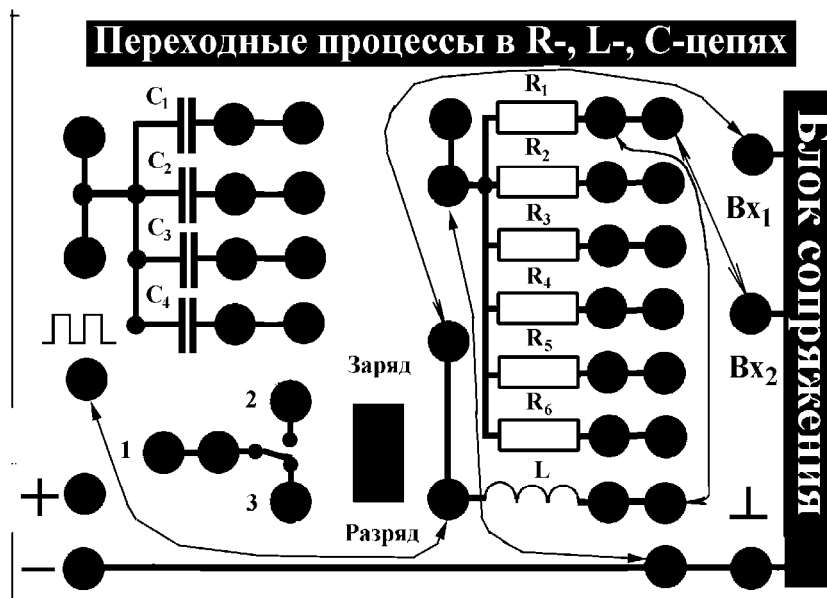

Рис. 5. Соединение элементов учебной платы для выполнения упражнения 4.
1. Соберите электрическую схему в соответствии с рис. 5, при этом в эксперименте используются катушка индуктивности L , параметры которой неизвестны, и известное сопротивление $R_1 = 120$ Ом. На вход Vx_1 подается сигнал с генератора прямоугольных импульсов, а на вход Vx_2 — с сопротивления R_1 .